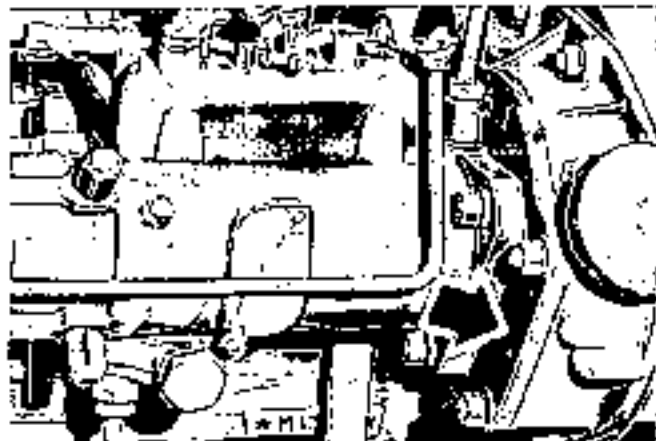

Fig. 38 - Flangia di attacco della pompa di iniezione rotativa
- Quando si deve smontare la pompa di iniezione rotativa si consiglia di togliere la pompa svitando le viti che la fissano all'ingranaggio situato nella scatola della distribuzione, senza asportare la flangia di attacco indicata in Fig. 38 onde evitare, nel rimontaggio, l'operazione di messa in fase.